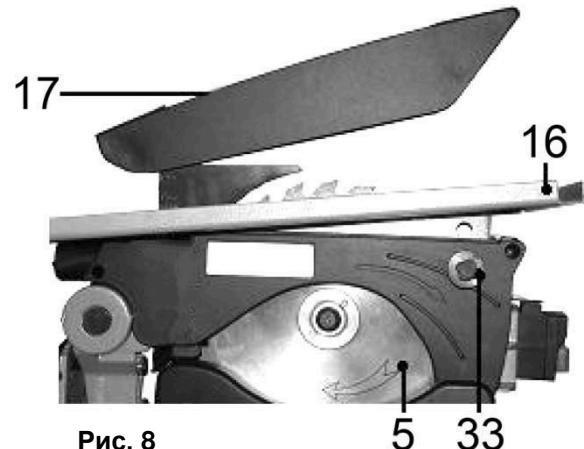

Рис. 8
- Глубина пиления задается расстоянием между верхней кромкой пильного диска и поверхностью распиловочного стола (16)(См. Рис.8)